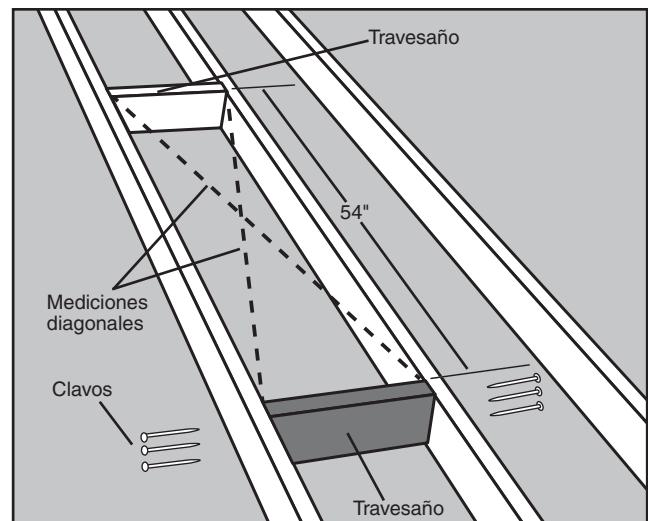

FIGURA 13 Cómo verificar los ángulos rectos (perpendicularidad)
- PASO 5.** Posicione el segundo travesaño 54 pulgadas a partir del primer travesaño y repita el Paso 4 (Véase la Figura 13).
- PASO 6.** El marco para la abertura preliminar requiere cuatro lados. Los travesaños conforman dos de estos lados. Si las vigas de su cielo raso están espaciadas de modo que estas conforman los otros dos lados de la abertura preliminar, revise la abertura en cuanto a ángulo recto midiendo transversalmente las diagonales. Las mediciones no deben diferir en más de $1/8"$ para considerarse en ángulo recto (Véase la Figura 13). Si las vigas de su cielo raso no conforman los otros dos lados de la abertura preliminar, usted debe instalar una o dos piezas adicionales de madera para enmarcar el otro lado(s) de la abertura preliminar, vaya a "Instalación de los travesaños longitudinales" en la página 30.